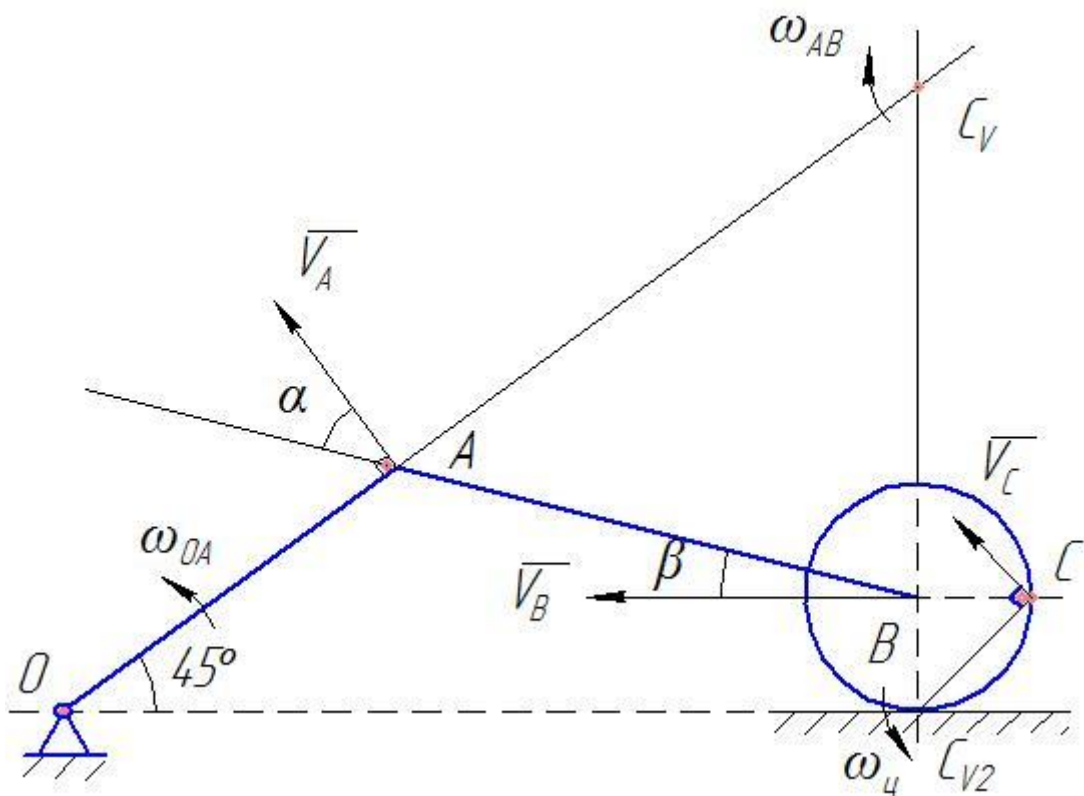

Рис. 9.
2. Вычисление скоростей точек А, В, С с помощью мгновенного центра скоростей (рис. 9).
На чертеже покажем круговой стрелкой направление ω_{AB} . (рис. 9)